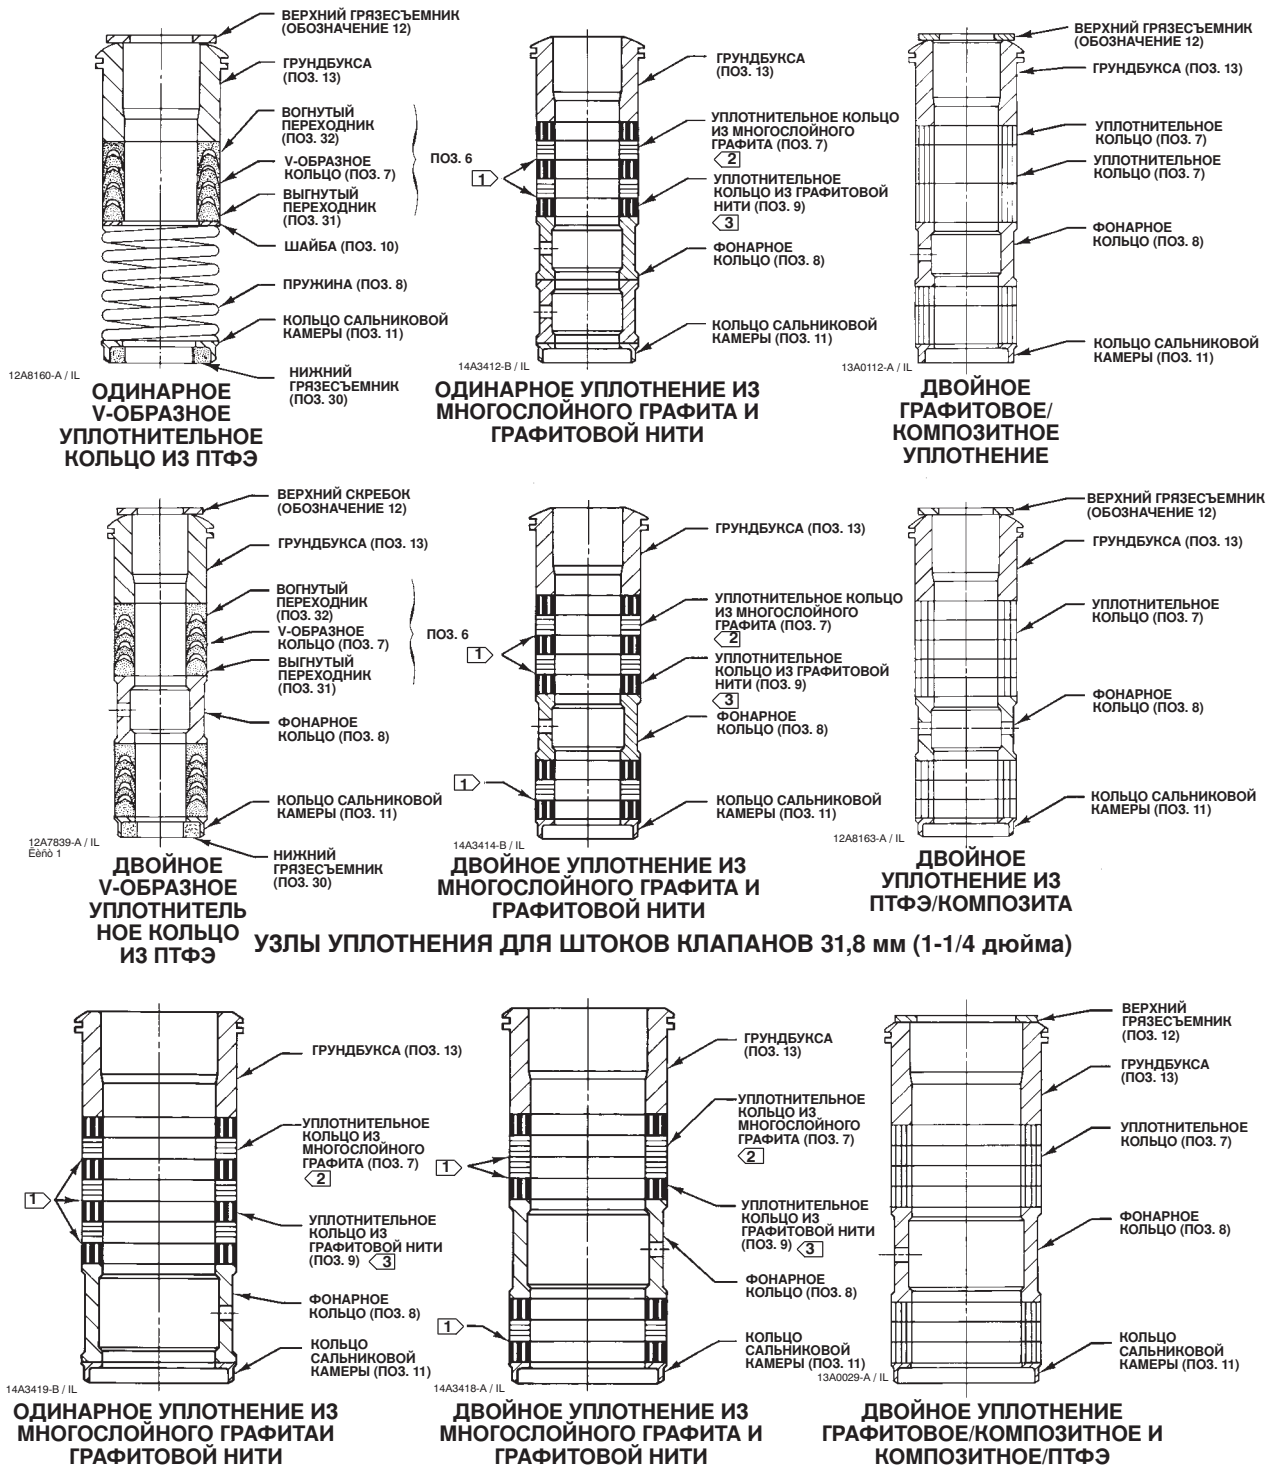

Рис. 4. Компонировка систем уплотнения
Для подпружиненного V-образного уплотнительного кольца из ПТФЭ (рис. 4) пружина сохраняет необходимое усилие сжатия уплотнения. Если вокруг грундбоксы обнаруживается протечка (поз. 13, рис. 11), необходимо проверить, чтобы упорная кромка на грундбоксе соприкасалась с крышкой (поз. 1, рис. 11). Если упорная кромка не касается крышки, затягивайте фланцевые гайки уплотнения (поз. 5, рис. 11) до тех пор, пока упорная кромка грундбоксы не упрется в крышку. Если протечка через уплотнение все еще остается большой, замените уплотнение, используя следующую процедуру по замене уплотнения.
2. Отвинтите шестигранные гайки (поз. 26) и снимите привод с крышки (поз. 1). Ослабьте гайки уплотнительного фланца (поз. 5) таким образом, чтобы уплотнение (поз. 6 или 7 и 9, рис. 4) не было плотно затянуто на штоке клапана (поз. 4, рис. 12 или 13). Снимите контргайки диска индикатора хода и контргайки штока с резьбы штока плунжера клапана.
8. Отвинтите гайки уплотнительного фланца, снимите уплотнительный фланец, верхний грязесъемник и грундбоксу. Осторожно вытолкните все оставшиеся детали уплотнения с клапанной стороны крышки с помощью закругленного стержня или другого инструмента, не царапающего стенку коробки уплотнения. Очистите сальниковую камеру и следующие металлические детали узлов уплотнения, показанные на рис. 4: кольцо сальниковой камеры, пружину, фонарное кольцо, шайбу (если используется) и грундбоксу (поз. 11, 8, 10 и 13).
14. Установите новое уплотнение и металлические детали сальниковой камеры согласно соответствующей компоновке на рис. 4. Установите трубу с гладкими кромками на шток клапана и легкими постукиваниями запрессуйте каждую деталь в сальниковую камеру.